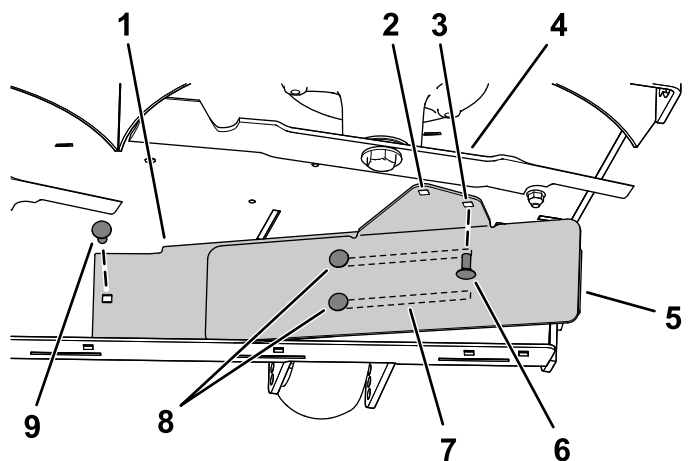

Figura 10
3. Instale o lado esquerdo do abafador utilizando um parafuso de carroçaria (5/16 pol. x $\frac{3}{4}$ pol.) e porca flangeada (5/16 pol.), como se mostra na Figura 10.
4. Utilize os dois parafusos de carroçaria (5/16 pol. x $\frac{3}{4}$ pol.) nas ranhuras do abafador e deslize o abafador até que o furo alinhe com o furo na plataforma do cortador (Figura 10).
5. Instale o abafador como se mostra na Figura 10.
Importante: Certifique-se de que utiliza o furo certo para o abafador; consulte Figura 10.
6. Aperte os dois parafusos de carroçaria (5/16 pol. x $\frac{3}{4}$ pol.) nas ranhuras do abafador (Figura 10).